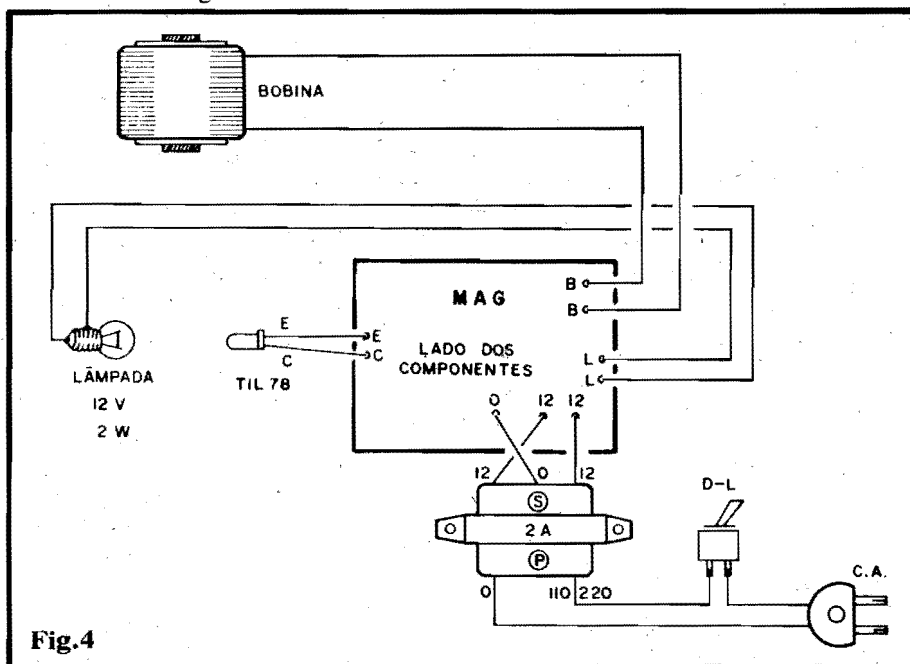

Fig.4
- FIG. 4 - CONEXÕES EXTERNAS À PLACA - Não são complicadas, mas exigem tanta atenção quanto a dedicada aos componentes sobre a placa (vistos na fig. anterior). O eletroímã e a lâmpada não apresentam terminais polarizados, e assim podem ser ligados sem muitos "cuidados"... Já a conexão do foto-transistor TIL78 exige a pré-identificação dos seus terminais (o TABELÃO APE está lá, no começo da Revista, com dados visuais amplos a respeito da identificação de terminais de componentes...). Observar que, embora na figura - para efeito de simplificação - o TIL78 esteja conectado diretamente à placa, dependendo da configuração final da MAG este deverá ser ligado à placa também por um par de fios finos (no comprimento suficiente e necessário, não mais). Um ponto importante refere-se às conexões do secundário do transformador aos pontos "0-12-12" da placa, que devem ser observadas com grande cuidado... Ainda a respeito do dito transformador, notar que seu secundário ("S", na figura) é o lado que apresenta fios de cores iguais nas ex-